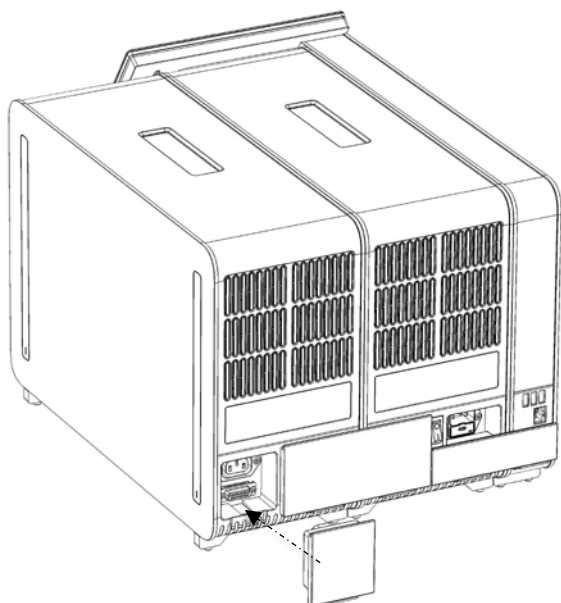

Figura 19. Conexión del puente de terminación.
7. Conecte el puente de terminación en la parte posterior del módulo analítico (figura 19).